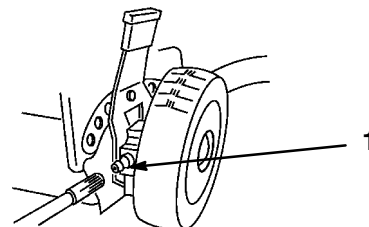

Figure 18
1. Essuyer les graisseurs des réglages de hauteur de coupe arrière (Fig. 18) avec un chiffon propre.